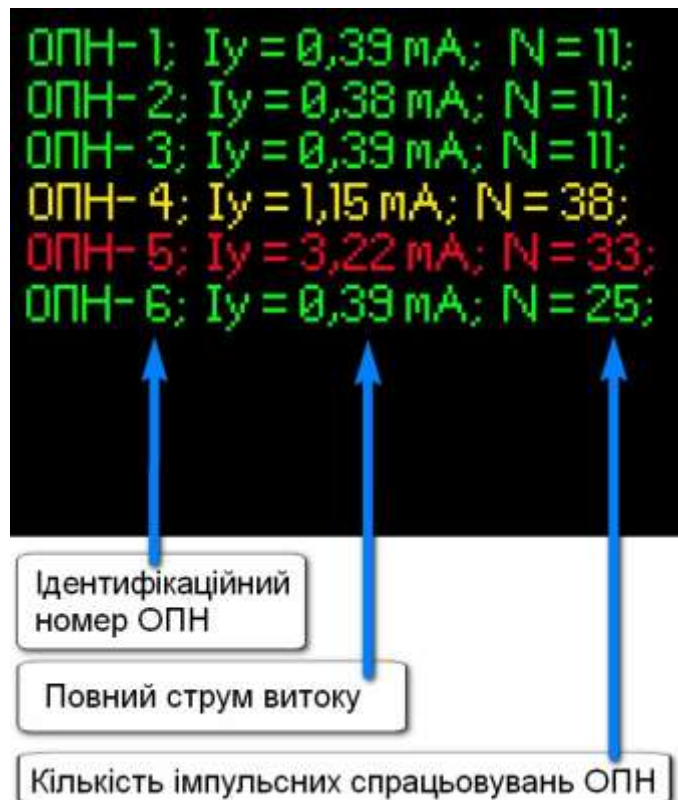

Рис. 3. - Екран базового модуля «ОПН-Візор-II (LR)»
3.3 Вимірювання повного струму провідності (діюче значення) ОПН здійснюється датчиком «ОПН-Візор-II (LR)» змонтованим в розрив дроту заземлення ОПН. Кожне спрацьовування обмежувача, викликане перенапругою, призводить до протікання розрядного струму через датчик реєстратора. Протікання розрядного струму, викликає спрацьовування лічильника розрядів, що розташований в корпусі датчика. Значення лічильника розрядів збільшується на одиницю і записується в енергонезалежну пам'ять датчика. Передача даних про стан ОПН з датчика передається безпосередньо тільки на увімкнений базовий модуль «ОПН-Візор-II (LR)». Приклад показань на екрані базового модуля «ОПН-Візор-II (LR)» наведено на рис.3. При значенні повного струму провідності ОПН від 0 до 1 мА рядок з даними про цей ОПН відображається на екрані зеленим кольором; при значенні струму від 1 до 2 мА – жовтим кольором; при струмі вище 2 мА – червоним кольором.